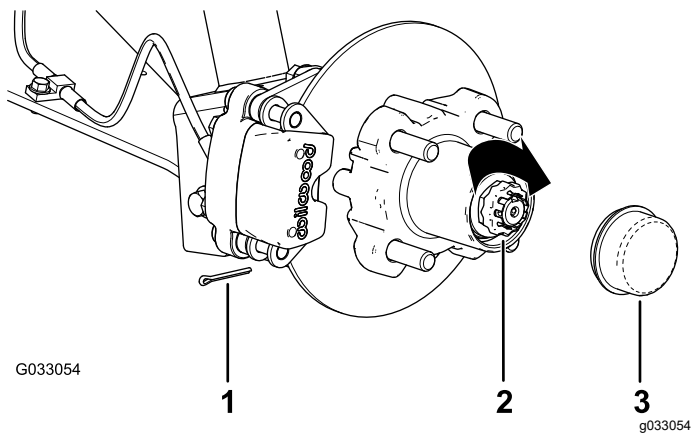

図 29
8. ナットの上からリテーナを取り付け、リテーナのスロットとスピンドルのスロットが整列しているかどうか確かめる 図 29。
9. コッターピンを取り付け、ピンの足をリテーナに巻き付けるように曲げる 図 29。
10. ハブにダストキャップを取り付ける 図 29。